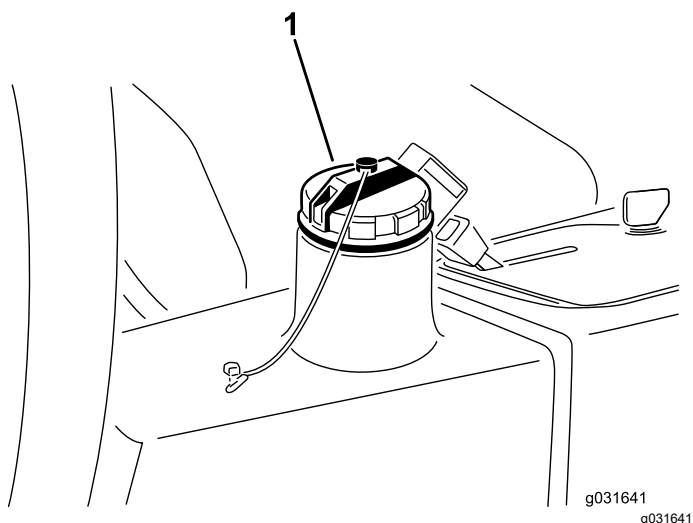

图 67
4. 向液压油箱 图 67注入约 13.2L 液压油请参阅 液压油规格 \(页码 46\)和 检查液压油油位 \(页码 47\)。